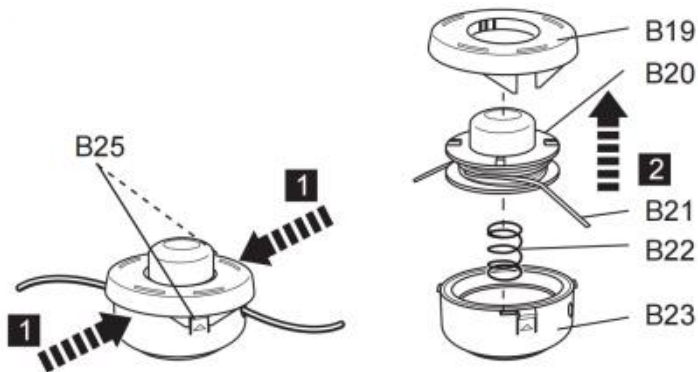

Fig. 63
3. Premere i fermi di rilascio (B25) sull'alloggiamento della testina di precisione (B23) per aprire il coperchio (B19) (Fig. 63). Il coperchio (B19) e la bobina (B20) fuoriusciranno.